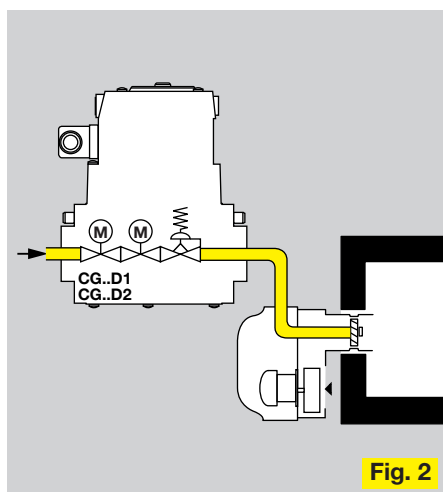

Fig. 2
- Fig.2 Установки, напорные горелки, горелки с механическим регулированием мощности.